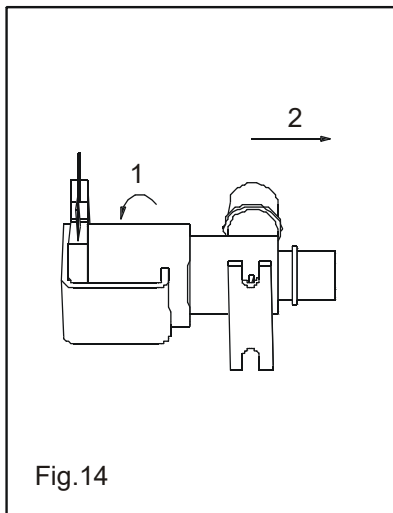

Fig. 14
3. Limpiar la válvula eléctrica (fig. 9A) desatornillando los imanes; después de la limpieza colocarlas de nuevo (fig. 14).